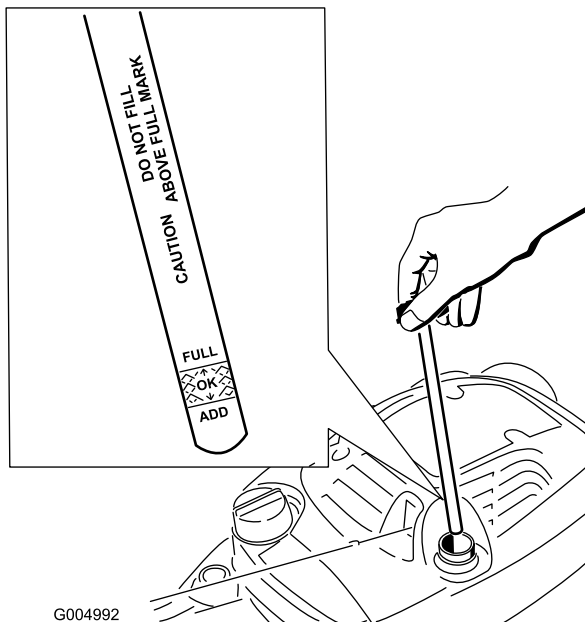

Figura 33
2. Retire la varilla (Figura 33).